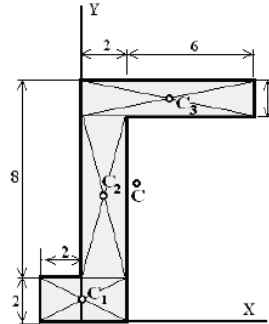

Рис. 5
5. Укажем центр тяжести сечения на рис. 5 и обозначим его буквой  $C$ . Точка оказалась вне пластины.
6. Выполним проверку. Убедимся, что центр масс не меняет своего положения при другом способе разбиения (рис. 5), разделив фигуру на другие части, площади которых